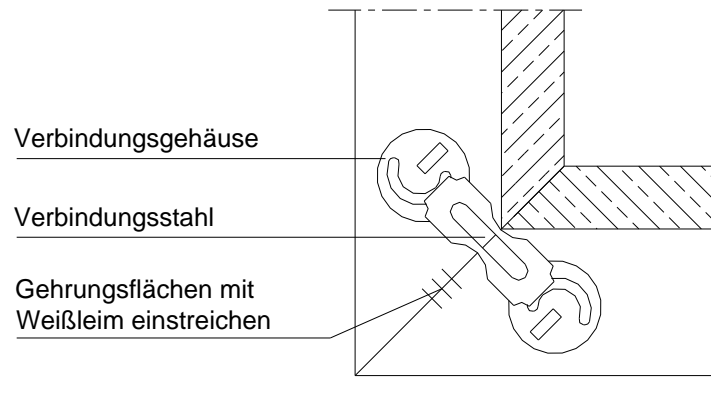

Abbildung 1: Eckverbinder an Falz- und Zierbekleidung
- Längs- und Querteil **auf Gehrung zusammenlegen**, ausrichten und **Verbindungsbeschläge** in die dafür vorgesehenen Bohrungen einlegen. Gehäuse soweit drehen, bis **Verbindungsstahl angezogen** ist und Teile fest verbunden sind (siehe Abbildung 1 und 2).